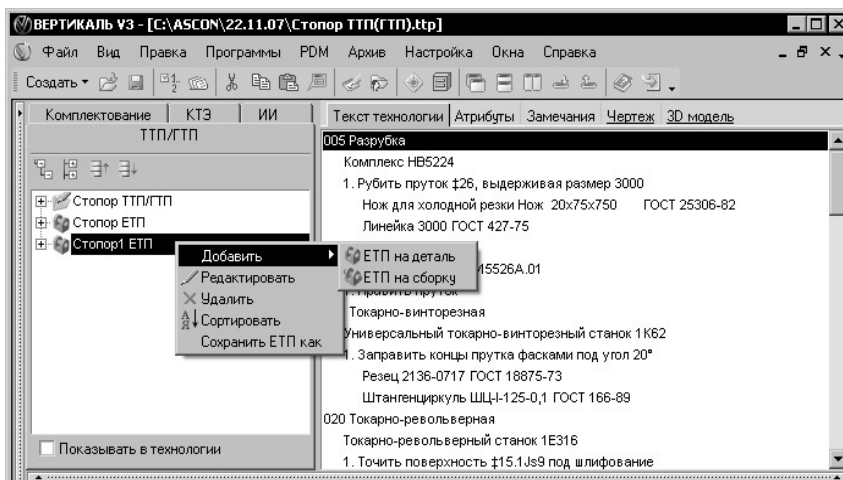

Рис. 9.58. Основные возможности работы с элементом ЕТП дерева КТЭ
Для просмотра полного списка ЕТП, разработанных на основе общих данных ТТП/ГТП, необходимо перейти на вкладку ТТП/ГТП (рис. 9.58).
1. В дереве ТПП/ТП выберите необходимый ЕТП и перейдите в режим его редактирования, выбрав в контекстном меню команду **Редактировать** (см. рис. 9.58).